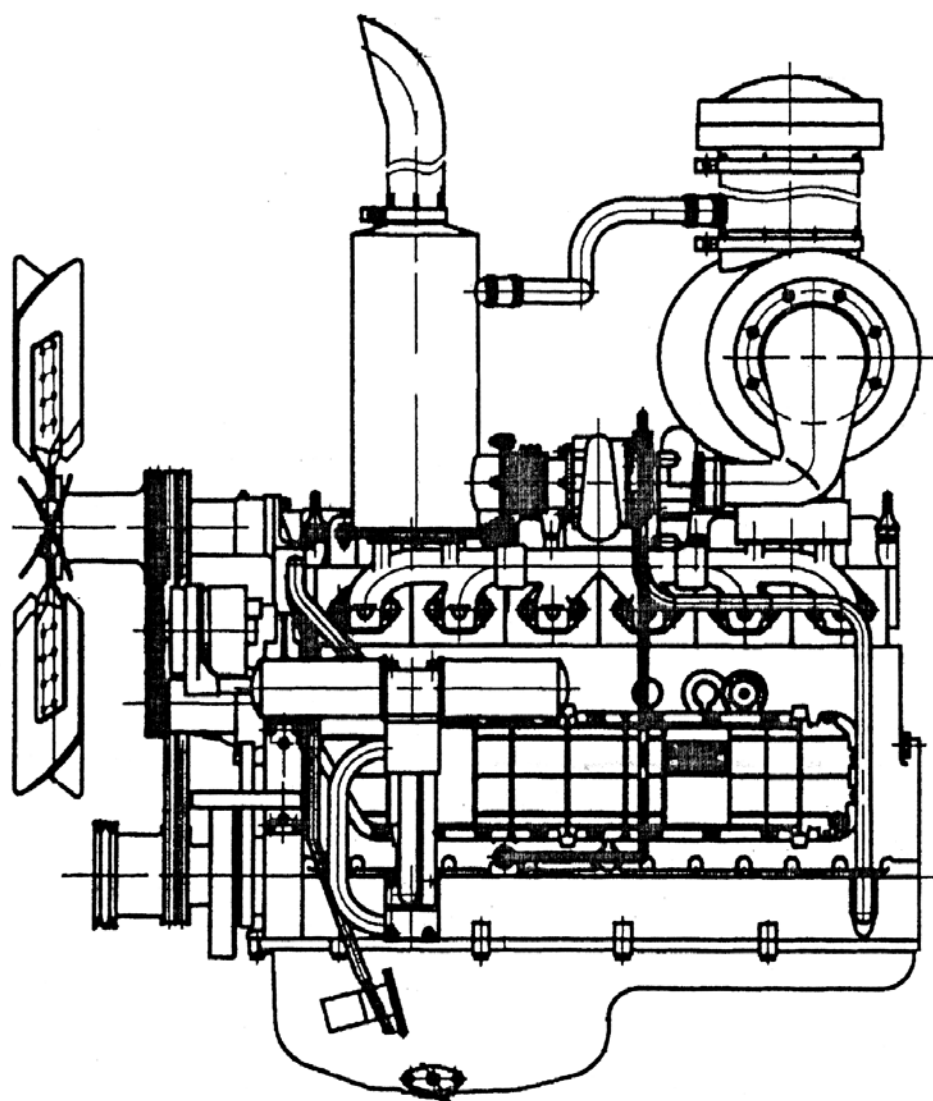

Рис. 5-1.
5.1.1 Схема двигателя (рис. 5.1~5-3)